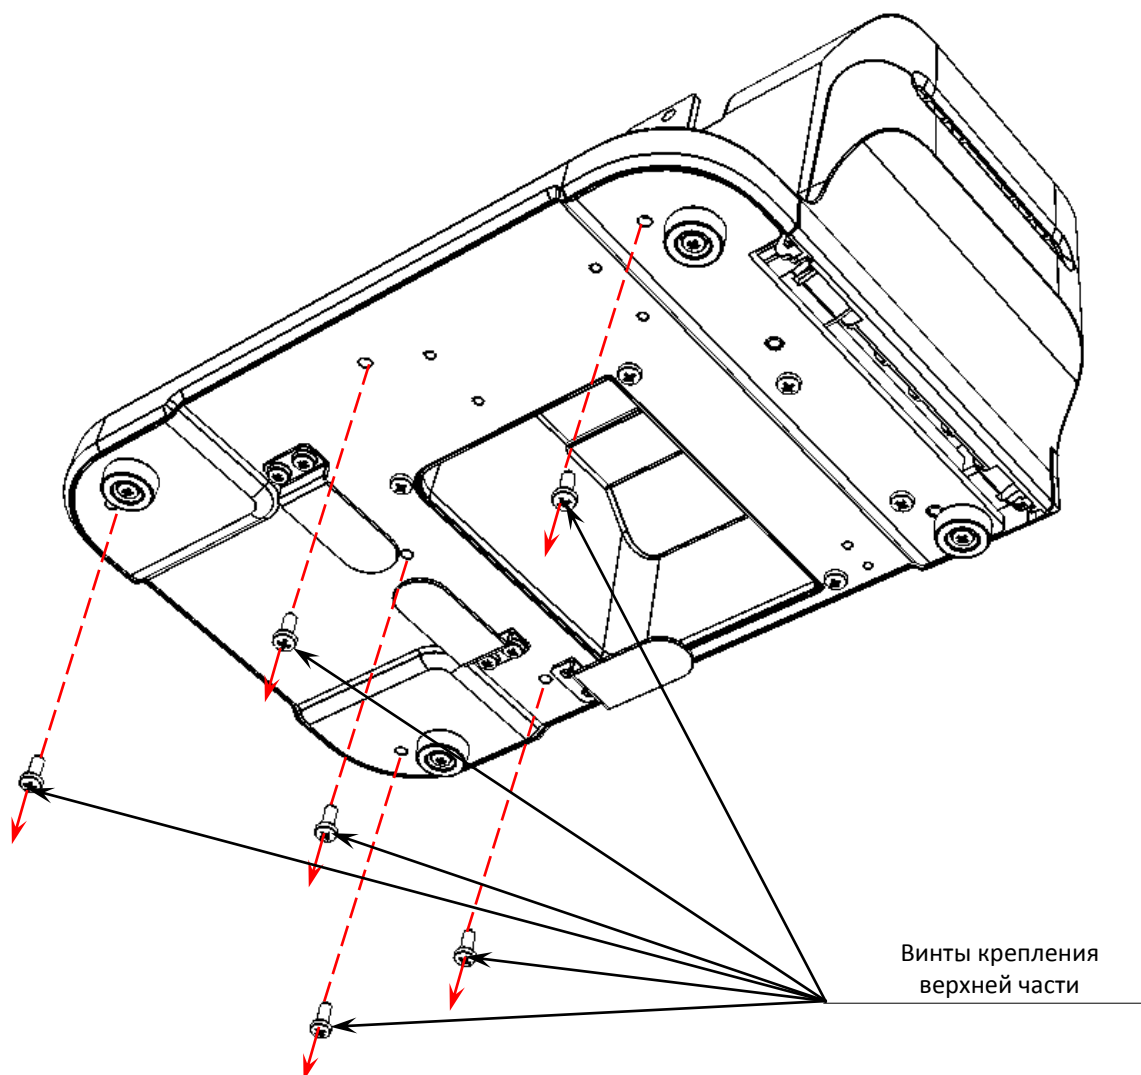

Рисунок 16. Винты крепления верхней части к дну корпуса ККТ
19. Вкрутить винты крепления верхней части к дну корпуса (рисунок 16).